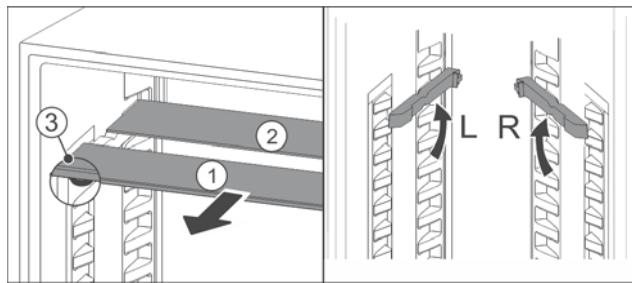

Fig. 23
- По одной извлеките *Fig. 23* (1) стеклянные панели движением вперед.
- Стеклянная панель Fig. 23 (1) с декоративной планкой лежит спереди.
- Стопоры Fig. 23 (3) показывают вниз.